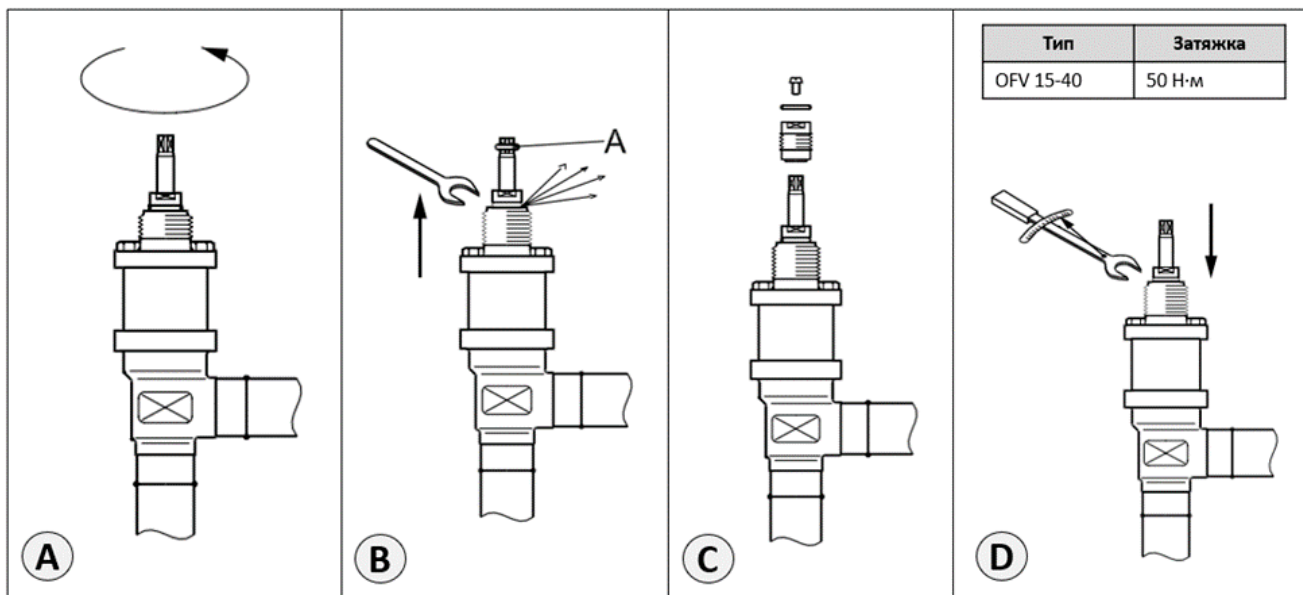

Рис. 4 – Техническое обслуживание
- Для начала необходимо вывернуть шток запорного органа до полного открытия клапана (рис. 4А).
- В некоторых случаях за сальником может возникнуть избыточное давление. Для выравнивания (сброса) давления необходимо закрепить шток запорного органа (маховик) в неподвижном состоянии и медленно откручивать сальниковое уплотнение при помощи ключа (рис. 4В).
- После сброса давления можно снять маховик (если он имеется) и сальник (рис. 4С).